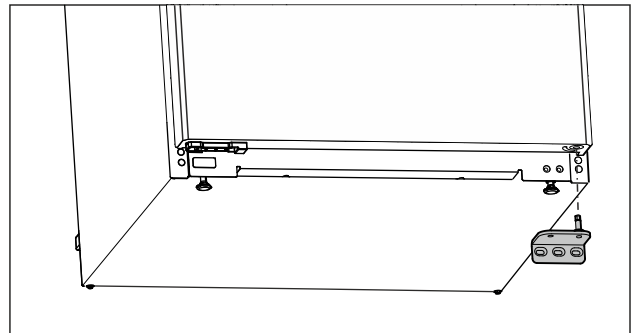

Fig. 8
- ▶ Ota laakerijalusta alaspäin pois. (katso Fig. 8)